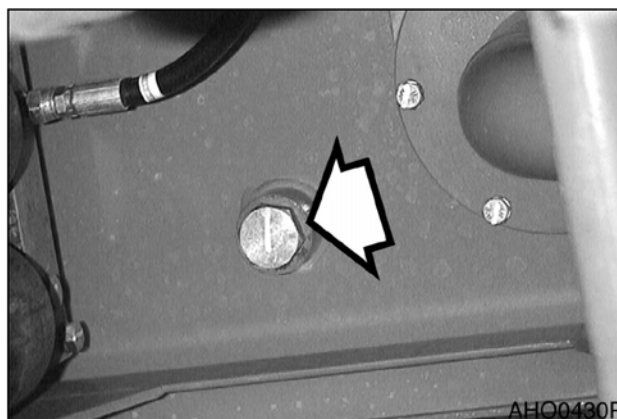

Рис. 82
2. Установить емкость под крышку сливного отверстия гидробака. Затянуть крышку сапуна на гидробаке. (См. рис. 10 на стр. 4-10). Снять заглушку сливного отверстия на дне бака. См. рис. 82. Полностью слить масло из гидравлической системы.